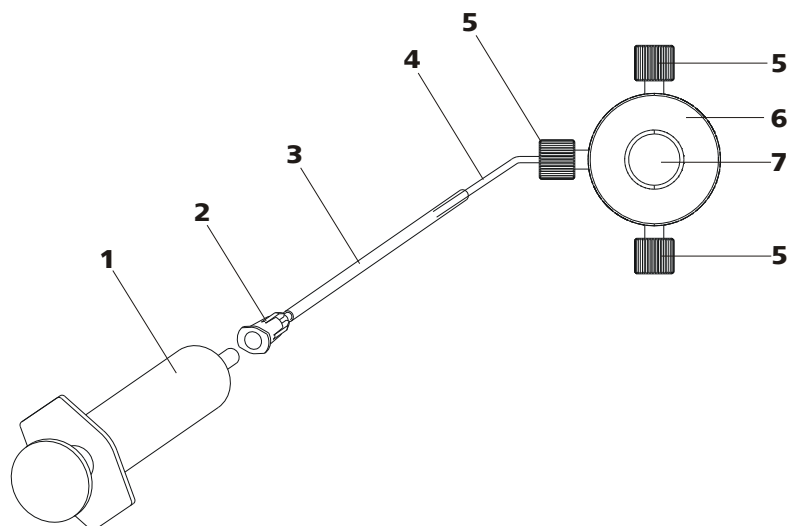

Figura 15 Purgar la bomba de alta presión
Purgue la bomba de alta presión como se indica a continuación (véase Figura 15, página 34):
- Inserte la jeringa (15-1) en el conector Luer (15-2) de la cánula de purga (véase Figura 15, página 34).